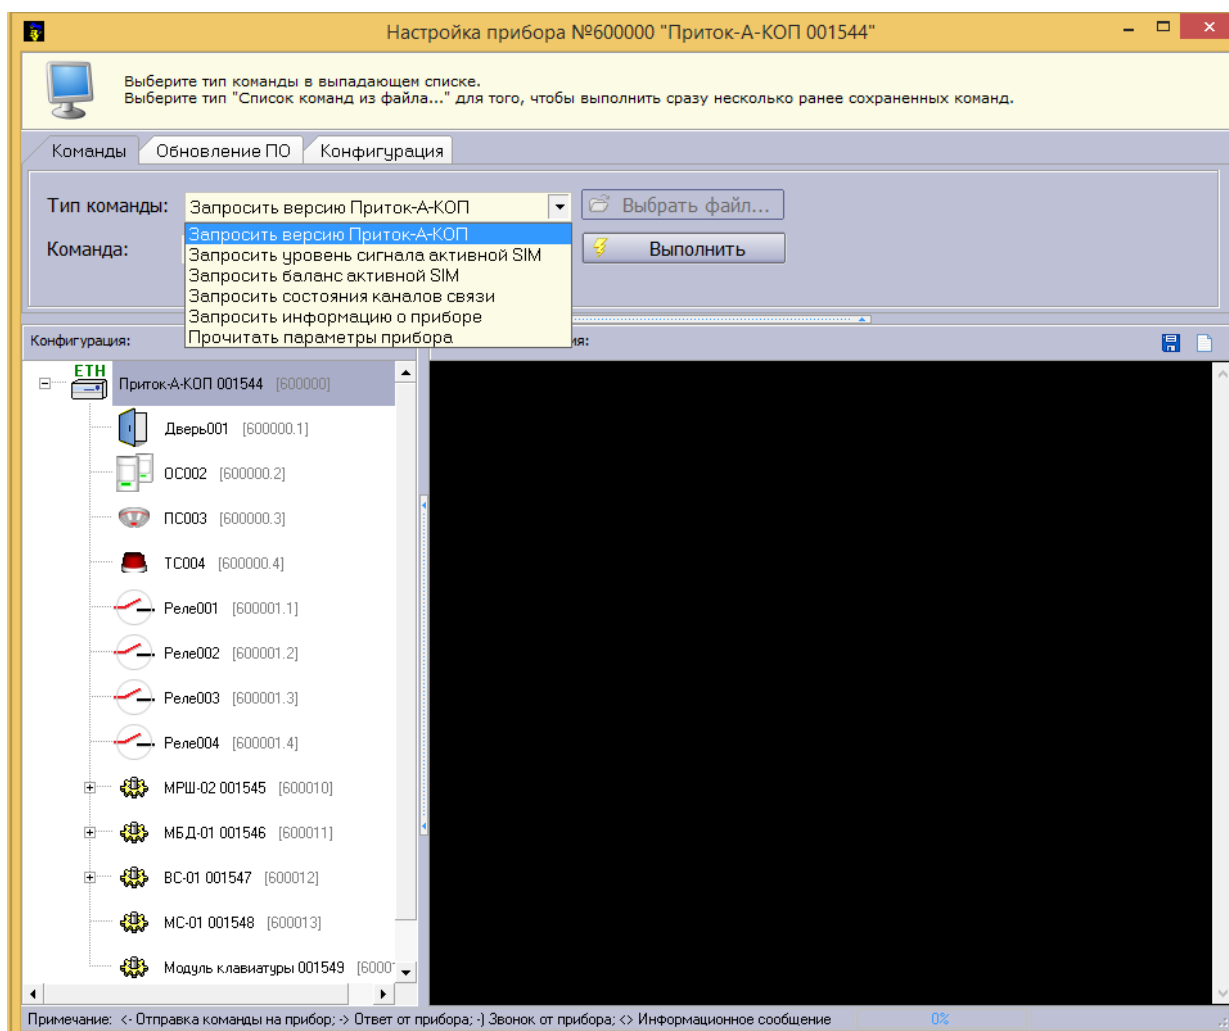

Рисунок 16 - Окно «Настройка прибора»
- Во вкладке «Команды» из выпадающего списка «Тип команды» (см. рисунок 16) выбрать необходимый запрос из следующих: